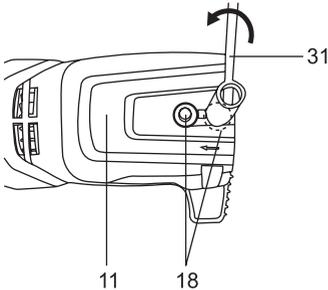

Fig. 5
1. Utilisez uniquement un guide-chaîne (12) et une chaîne (13) en accord avec les caractéristiques techniques de l'élagueuse.
2. Posez le produit sur une surface plane adaptée, le cache latéral (11) vers le haut.
3. Dévissez dans le sens inverse des aiguilles d'une montre les deux écrous de retenue (18) avec la douille de l'outil multifonction (31) et enlevez ensuite le cache latéral (11). (Fig. 5)